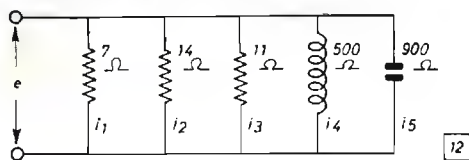

Fig. 12
**Definire l'impedenza totale della rete raffigurata in fig. 12 e dire quale elemento ha maggior dissipazione.**